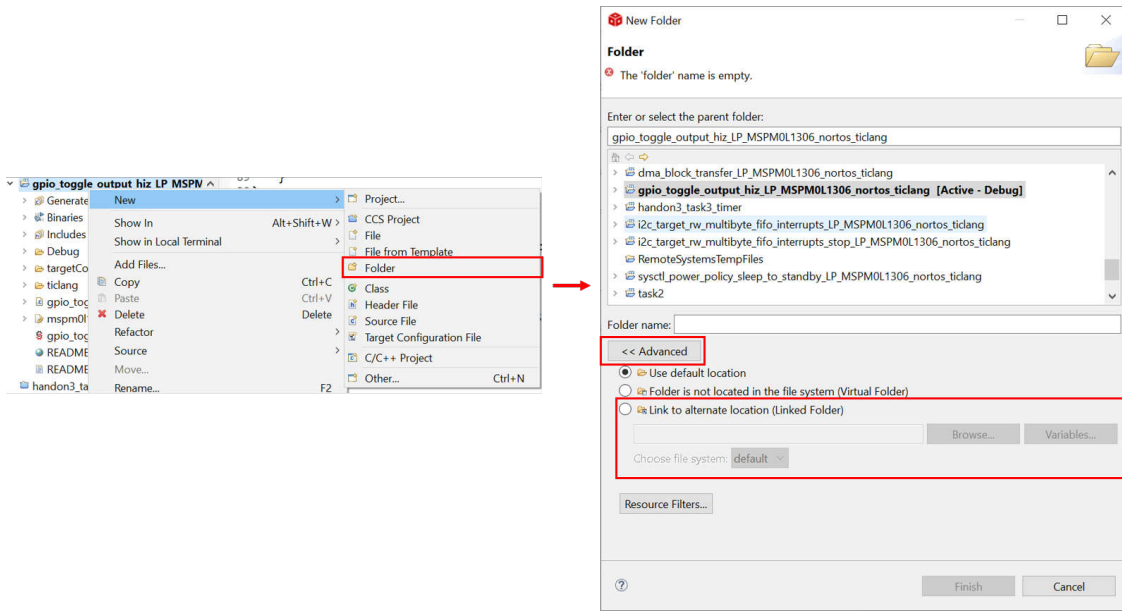

图 2-36. 添加相关文件
7. 如果要添加第三方库，可按照以下步骤操作。首先，必须将相关文件添加到工程中，如图 2-36 所示。